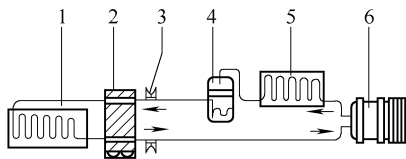

图 11-1-6 制冷剂循环回路 01
1) 带膨胀阀和蒸发器的制冷剂循环回路, 如图 11-1-6 所示。